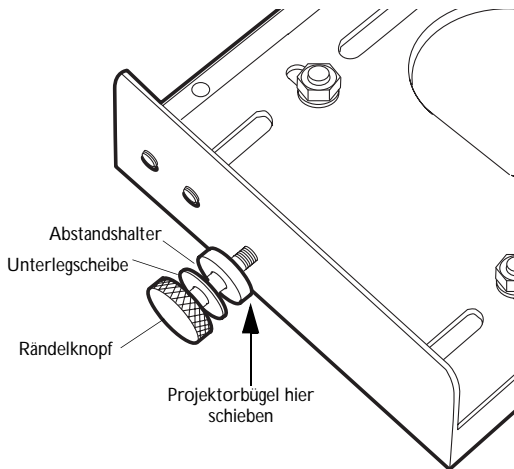

ABBILDUNG 4
- 1 Stecken Sie die Rändelknopf, Unterlegscheibe und Abstandshalter an jeder Seite des Sockels zusammen, wie in Abbildung 4 gezeigt.
- 3 Setzen Sie den Projektor und Befestigungsbügel zwischen die Abstandshalter und den Sockel in den Sockel ein (Abbildung 4). Schieben Sie den Projektorbügel nach vorne, bis sich die Rändelknopf vollständig in den vertikalen Schlitz befinden und den Projektor tragen.